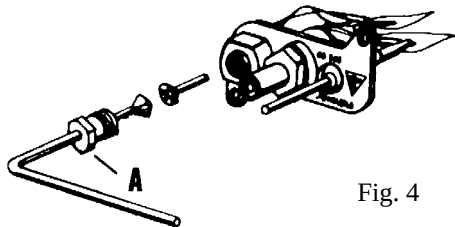

Fig. 4
De spanmoer (A) van de waakvlamleiding losdraaien en de leiding uit de waakvlambrander trekken (fig. 4).
Dévissez l'écrou (A) autour de la conduite de la veilleuse et retirez la conduite (fig. 4).